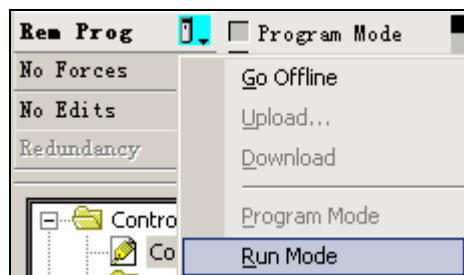

图 4-35 设为运行模式
33. 将处理器设置为 RUN（运行）模式。可通过手动调节处理器上的钥匙位置。也可通过 RSLogix5000 软件（此前钥匙位于 Remote）设置，如图 4-35 所示。